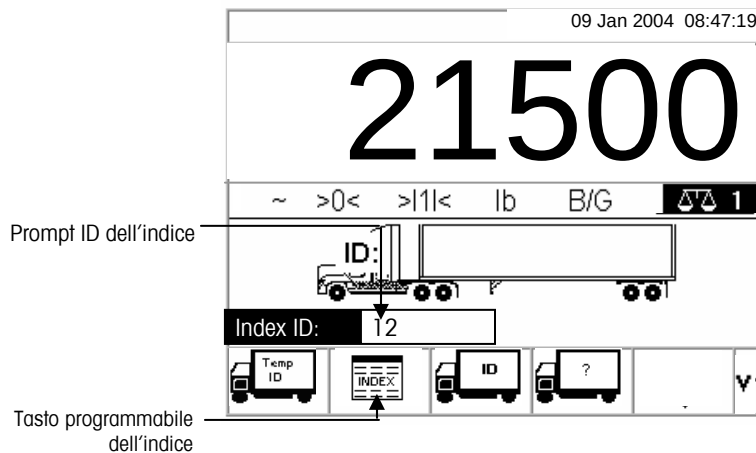

Figura 2-10: Schermata di pesa con prompt ID dell'indice
1. **Una volta che il veicolo si trova sulla bilancia**, premere il tasto programmabile INDEX (INDICE) (Figura 2-10).
2. Viene visualizzato un prompt d'ID dell'indice con un cursore nel campo ID (vedere la Figura 2-10).